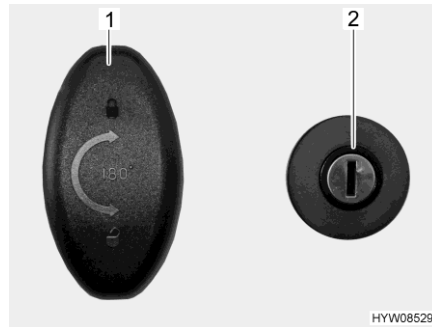

Bild 57 Dörrlås (garagedörr)
- Stick in nyckeln i låscylindern (Bild 57,2) och vrid medurs. Centrallåset är upplåst.
- Vrid låshandtaget (Bild 57,1) medurs ett halvt varv och öppna garagedörren.
- Vrid låshandtaget (Bild 57,1) moturs ett halvt varv.
- Stick in nyckeln i låscylindern (Bild 57,2) och vrid moturs. Centrallåset är låst.